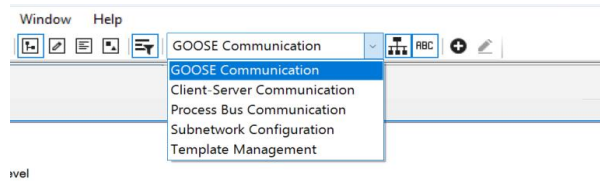

Imagen 332_Selección de comunicación GOOSE.
5.1.11 Y en la parte superior en el tipo de comunicación seleccionaremos “GOOSE Communication” como se muestra en la **Imagen 332**.